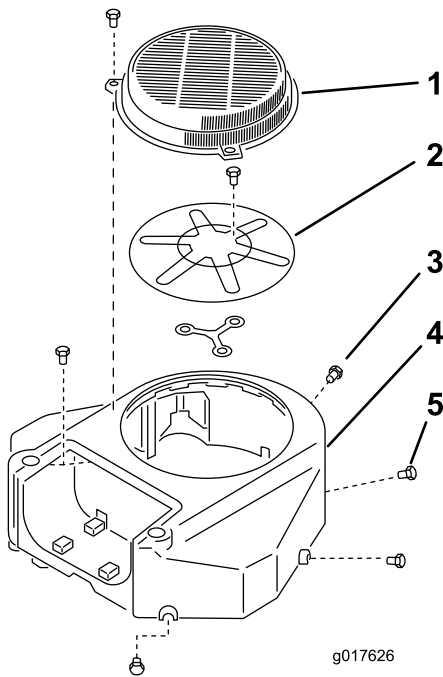

Figura 60
3. Togliete la griglia della presa d'aria e la sede della ventola (Figura 60).
5. Installate la griglia della presa d'aria e la sede della ventola (Figura 60).